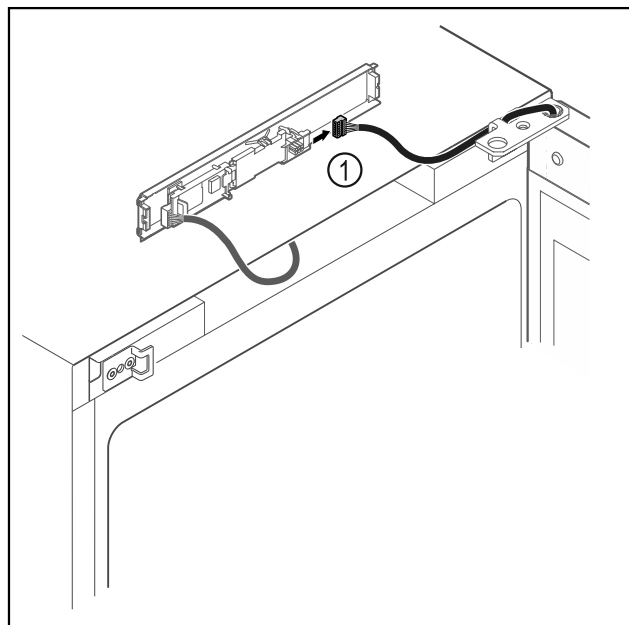

Fig. 18
- ▶ Отсоедините штекер Fig. 18 (1) от панели.